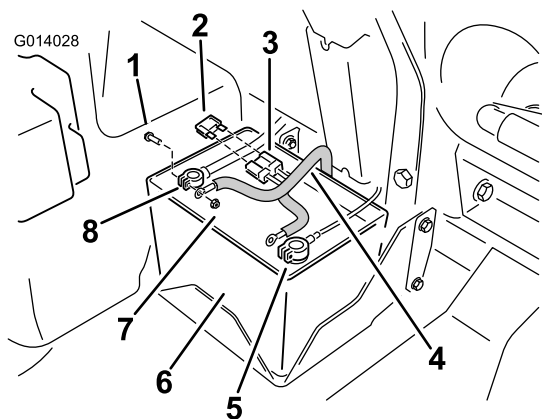

Figura 17
4. Attaccate il morsetto positivo rosso ad anello presente sul cablaggio elettrico all'elemento di fissaggio del cavo rosso della batteria (Figura 17).
- Collegate il morsetto negativo nero ad anello al cavo negativo della batteria (Figura 17).
- A livello della batteria, installate il fusibile nel connettore libero del cablaggio (Figura 17).